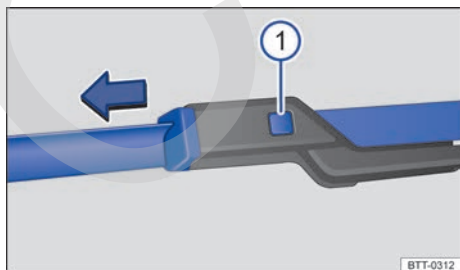

Fig. 165 En el parabrisas: cambio de las escobillas limpiaparabrisas.
- Mantenga presionada la tecla de desbloqueo → fig. 165 ⓘ y tire al mismo tiempo de la escobilla en el sentido de la flecha.